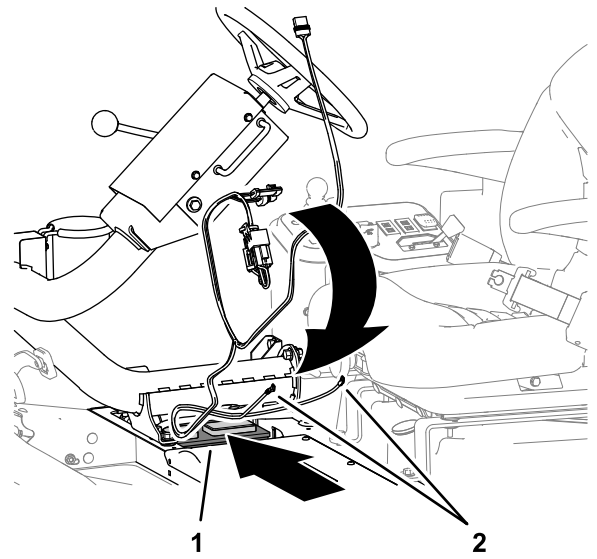

图 9
1. 将电源线束的 2 个环形端子穿过卸下内电池盖处的开口图 9